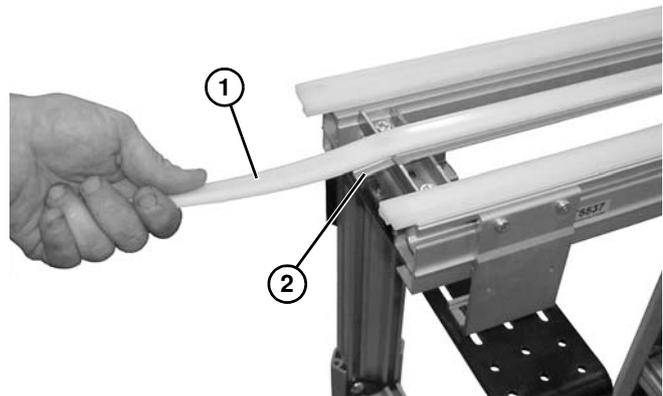

Abbildung 68
2. Mittelschiene (**Abbildung 68, Teil 1**) von Rahmenbaugruppe (**Abbildung 68, Teil 2**) schieben.